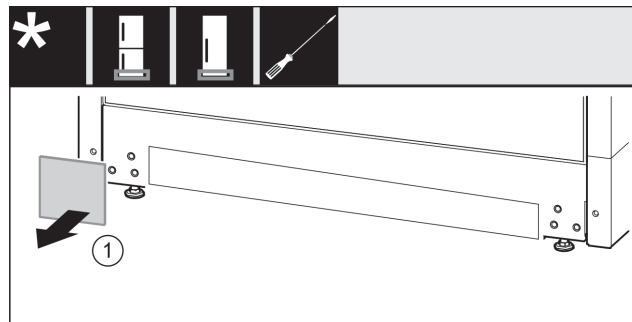

Fig. 14
- ▶ Noņemiet pārsegu Fig. 14 (1).